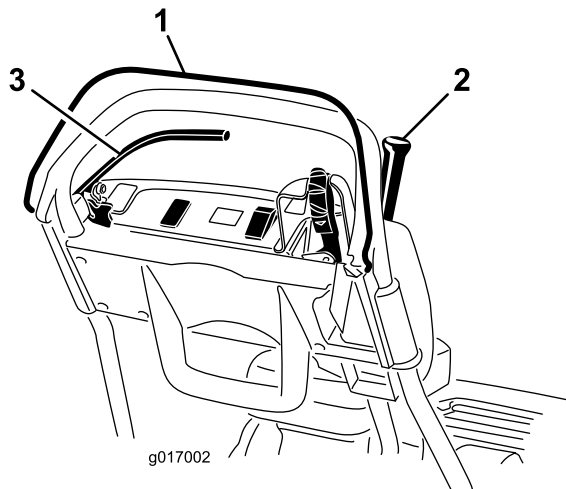

图27
3. 放开操作员到位控制装置后、尝试接合牵引杆 (图 27)。牵引杆应该不能接合。
4. 压下操作员到位控制装置并接合牵引杆、然后松开操作员到位控制装置 (图27)。
5. 压下操作员到位控制装置并将换挡控制杆移至左侧、接合牵引和滚刀驱动装置、然后松开操作员到位控制装置 (图27)。
- 压下操作员到位控制装置并将换挡控制杆移至左侧、接合牵引和滚刀驱动装置、将换挡控制杆移至右侧、分离滚刀驱动装置（图27）。
- 压下操作员到位控制装置、接合牵引杆并使发动机控制装置处于启动位置（图27）。
- 分离牵引杆、接合刹车并使发动机控制装置处于启动位置（图27）。
- 发动机运行时、接合刹车（而非手刹）、压下操作员到位控制装置并接合牵引杆（图27）。
- 发动机运行时、接合手刹锁定装置、压下操作员到位控制并接合牵引杆（图27）。